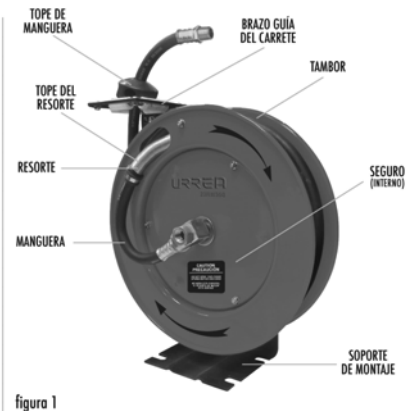

figura 1
(Vea la figura 1)
5. Monte el carrete y asegure los cuatro tornillos (no incluidos) a través de los agujeros en el soporte. (Ver figura 1).